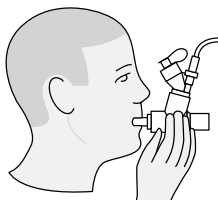

Afbeelding 13. Op een masker aansluiten
Opmerking: Raadpleeg Afbeelding 13, Afbeelding 14 en Afbeelding 15 voor gebruik met andere accessoires.
2. Draai de elleboog met ontluchting om hem aan de positie van de patiënt aan te passen (Afbeelding 13).
Waarschuwing: Voor een juiste verneveling moet de vernevelaar in verticale stand worden gehouden (Afbeelding 13 en Afbeelding 14).